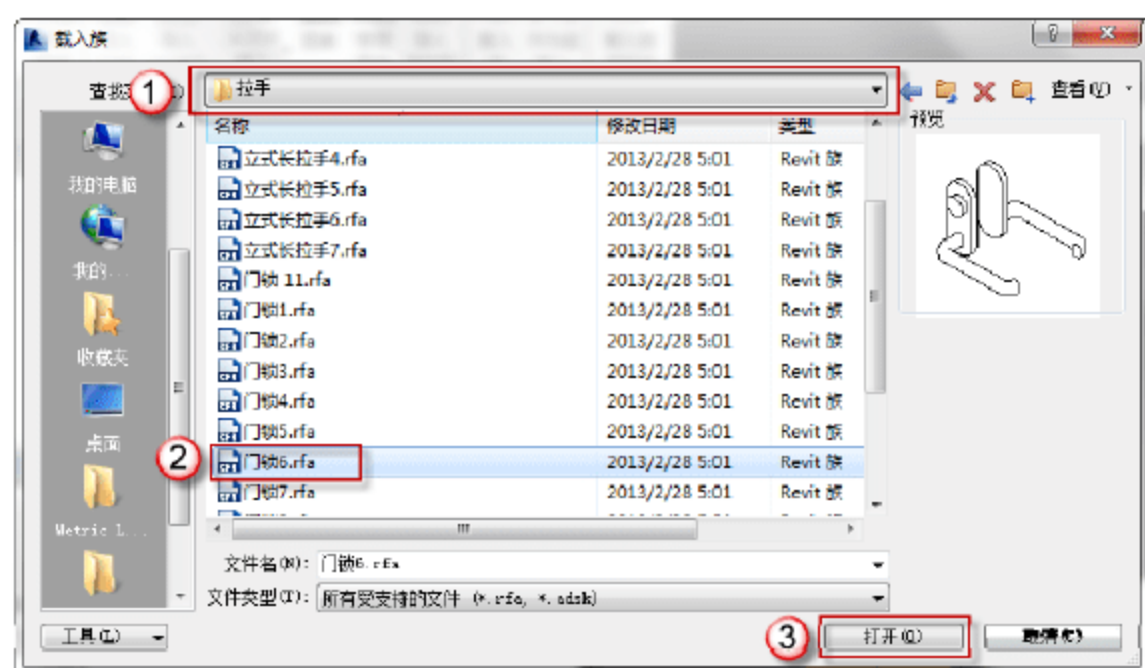

图 6.2.30 插入族“门锁 6.rfa”
(28) 载入族“门锁 2.rfa”。选择“项目浏览器”中的“楼层平面”→“参照标高”选项，进入门的参照标高视图。选择“插入”→“载入族”命令，弹出“载入族”对话框，打开“建筑”\“门”\“门构件”\“拉手”文件夹，选择“门锁 6.rfa”，单击“打开”按钮，如图 6.2.30 所示。